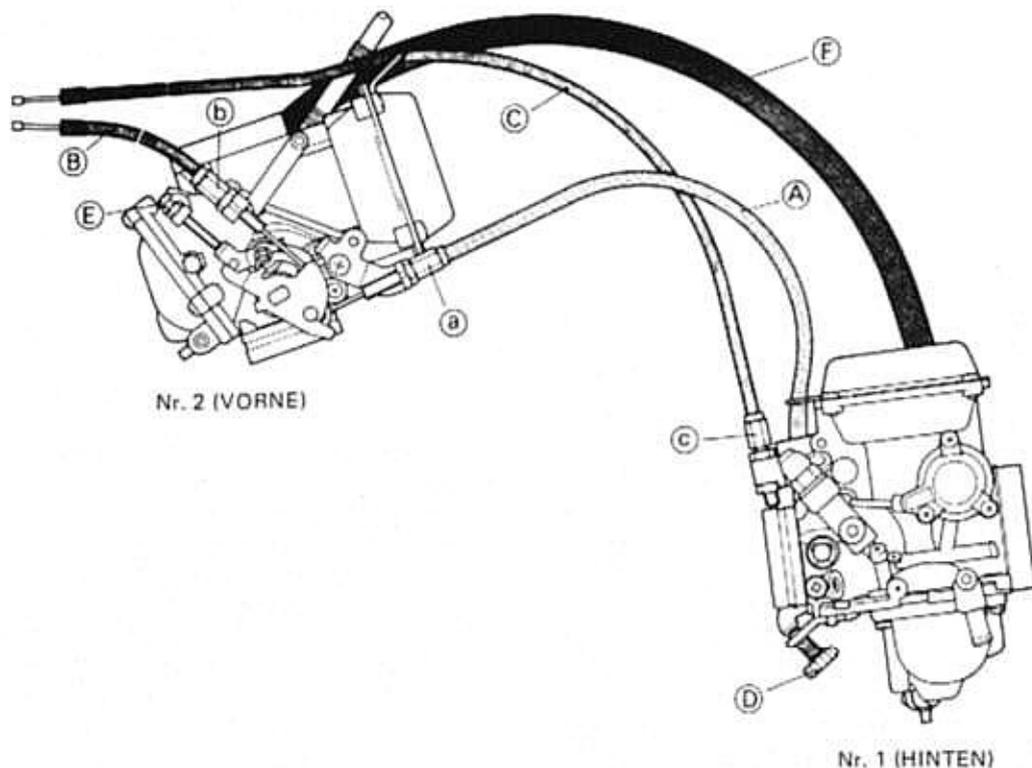
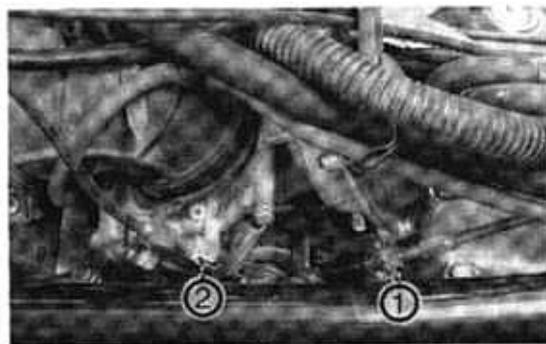
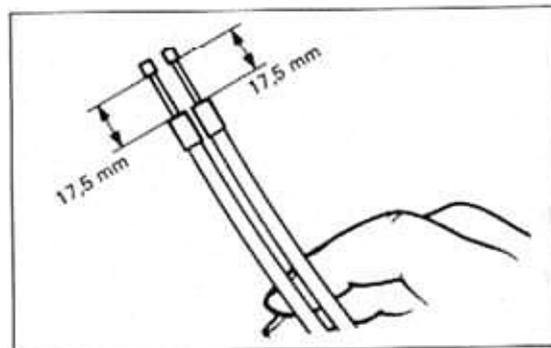

Bild 14
Bild 15
Bild 17
- Tank abnehmen wie in Kapitel 3.2 beschrieben und so ablegen, dass Einsteller Bild 15 zugänglich sind.
- Bei laufendem Motor (ohne Drehgriff-Betätigung) durch Drehen der Einstellschrauben a Bild 14/① Bild 15 beide Vergaser auf gleichen Unterdruck einregulieren.
- Drosselklappen leicht öffnen (etwa 2000/min) und Unterdruck-Uhren beobachten. Sie müssen gleichen Unterdruck für beide Vergaser anzeigen. Falls Messwerte voneinander abweichen, durch Drehen der Einstellschrauben b und c Bild 14/② Bild 13 und ② Bild 15 Unterdruckwerte angleichen.
●⚠ Falls Seilzüge A, B oder C Bild 14 gewechselt werden sollen, muss Vergaser 1 (am hinteren Zylinder) ausgebaut werden und anschliessend der Abgleich kontrolliert werden.
● Gasseilzüge B und C Bild 14 so einbauen, dass Überstände der Seilzüge gleichweit aus Gaszugverteiler 17,5 mm herausragen (Bild 17). Einstellung an Einstellern ② Bild 13 und ② Bild 15 nach Lösen der Gegenmuttern vornehmen.